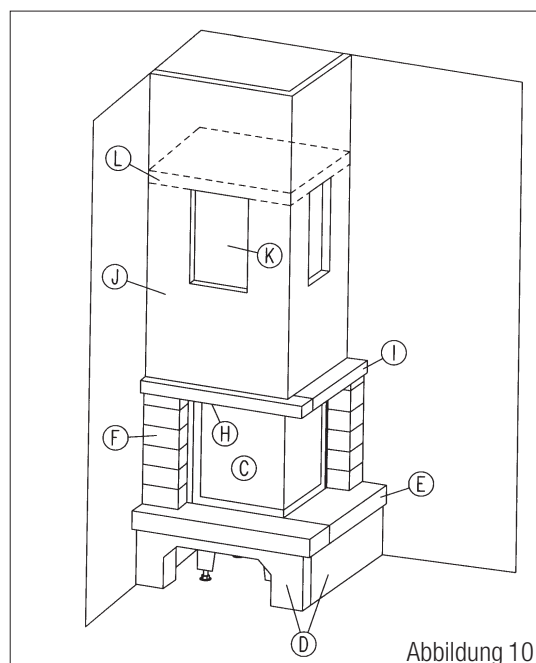

Abbildung 10
11.4 Legen Sie dann die Promasilplatten der Zwischendecke auf das Schürzenunterteil sowie auf die hinteren Dämmplatten bündig und waagrecht auf. Die Einzelteile der Zwischendecke müssen dicht miteinander verklebt sein! Auf die Zwischendecke setzen Sie die Schürze weiter bis zur Zimmerdecke. **(Abb. 10)**